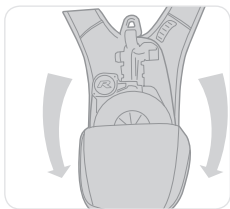

Figur 4
- Sørg for, at nedstigningslinen ikke stikker ud af anordningen, da dette indikerer, at en nedstigning har fundet sted (Se Figur 4). Hvis nedstigningslinen stikker ud, må den ikke anvendes. Tag Latchways PRD ud af brug og rådfør dig med Latchways eller en autoriseret agent.